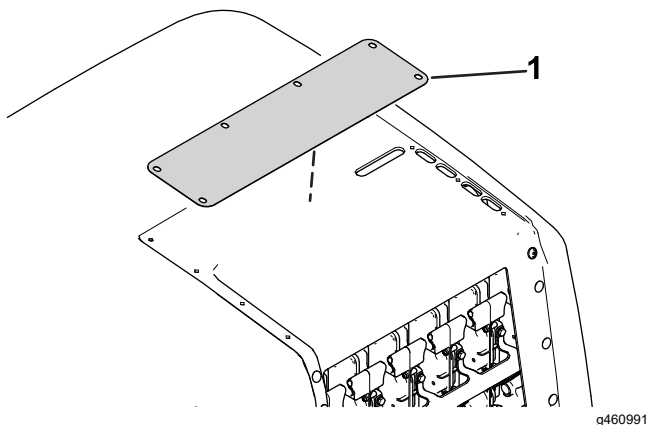

Figura 24
10. Retire a placa por baixo da cobertura do capot (Figura 24).